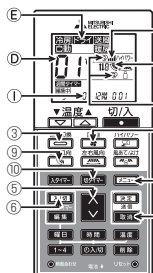

図3
1) 【運転モード】機能設定 (図3) (工場出荷時は【設定番号011])
- ボタン②を押す。
- 運転モード⑥が点滅します。
- ボタン⑤を押して、設定番号⑩を設定してください。
2) 【風速】機能設定 (図3) (工場出荷時は【設定番号011])
- ボタン③を押す。
- 風速⑦が点滅します。